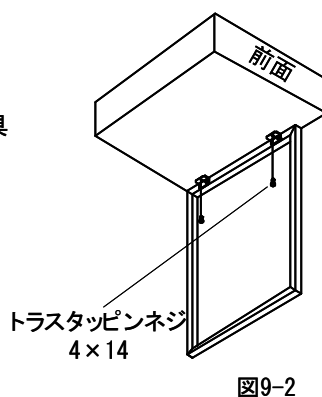

図9-2
- ③ドレッサーユニットの後面、側面に合わせて所定のネジでドレッサー脚を取付けてください。(図9-2)